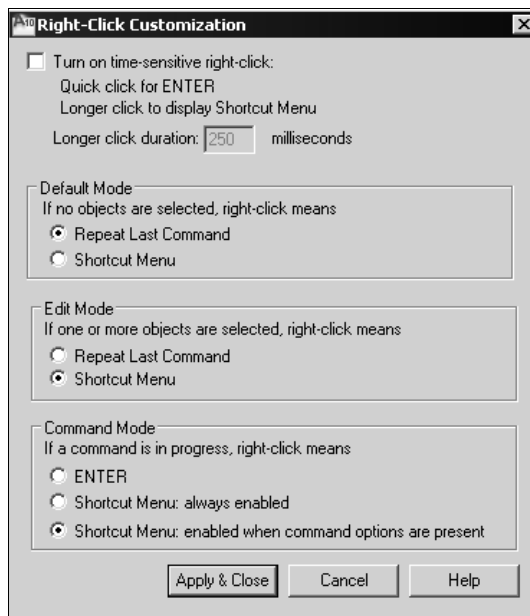

Рис. 3.5. Диалоговое окно настройки правой кнопки мыши
4. Щелкните мышью на кнопке **Right-click Customization** (Правая кнопка мыши). Появится диалоговое окно **Right-Click Customization** (Обработка нажатий правой кнопки мыши) (рис. 3.5).